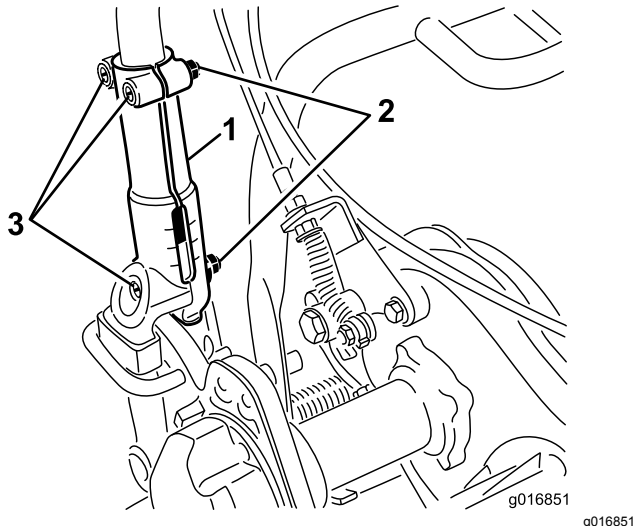

Bild 26
1. Lösen Sie die drei Schlossschrauben und Muttern, mit denen jede Seite des Holms in den Holmklemmen befestigt ist (Bild 26).